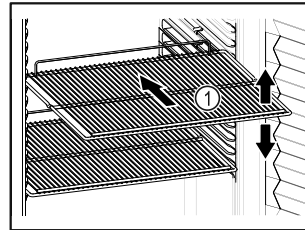

Fig. 18 Приблизне відображення
- Якщо решітки для зберігання Fig. 18 (1) знімні, відрегулювати по висоті.